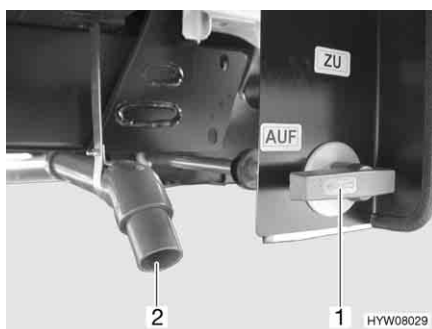

Fig. 204 Leva di comando e tubo di scarico del serbatoio delle acque grigie
Per lo scarico delle acque grigie, a seconda del modello, sul lato destro o sinistro del veicolo si trovano un rubinetto di scarico (Fig. 204,1) e un tubo di scarico (Fig. 204,2) con collegamento per il tubo di gomma per lo scarico.
- Fissare il tubo di gomma per lo scarico al tubo di scarico (Fig. 204,2).
- Aprire il rubinetto di scarico. A tal fine ruotare la leva di comando (Fig. 204,1 o Fig. 206,2) del rubinetto di scarico di un quarto di giro oppure estrarre la leva di comando (Fig. 207,1). La leva di comando è posizionata orizzontalmente oppure nel senso della lunghezza del tubo di scarico. Le acque grigie vengono scaricate.
- Dopo la completa fuoriuscita delle acque grigie, richiudere il rubinetto di scarico. A tal fine ruotare la leva di comando (Fig. 204,1 o Fig. 206,2) del rubinetto di scarico di un quarto di giro in senso orario oppure premere verso l'interno la leva di comando (Fig. 207,1). La leva di comando è posizionata verticalmente oppure trasversalmente rispetto al tubo di scarico.